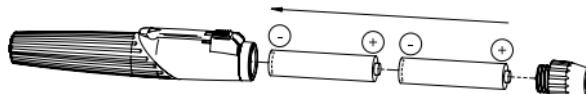

Fig. 3
Skru hovedstykket (3) af, og ryst de batterier ud. Indsæt nye batterier med pluskontakten vendende mod håndtagets hoved (fig. 3).